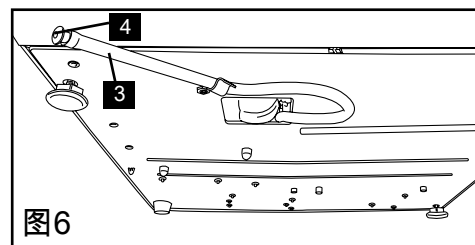

图6
2. 用排水管（见第3.5节“Statim 水泵的使用前准备工作”之图6）将蓄水箱内的水清空到盛水的容器中。